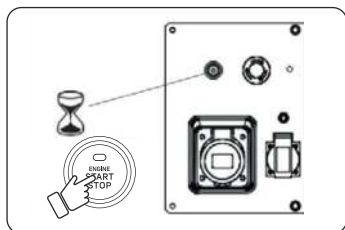

Рис. 22
- Нажмите и удерживайте кнопку «START/STOP» в течение 1-3 сек. (Рис. 22).